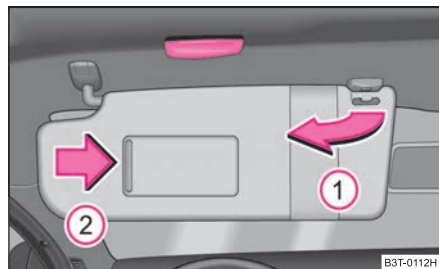

Fig. 55 Visera parasol: orientarla
La visera parasol para el conductor o acompañante se puede extraer de la fijación y girarla hacia la puerta en sentido de la flecha ① ⇒ fig. 55.